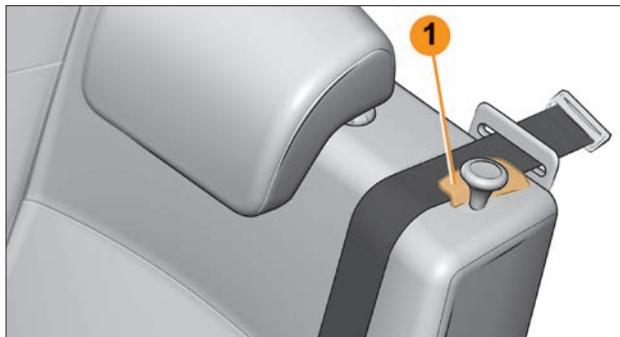

Рис. 2.2.5. Направляющая скоба ремня безопасности
- пропустите ремни безопасности боковых мест через направляющую скобу **1** (рис. 2.2.5);